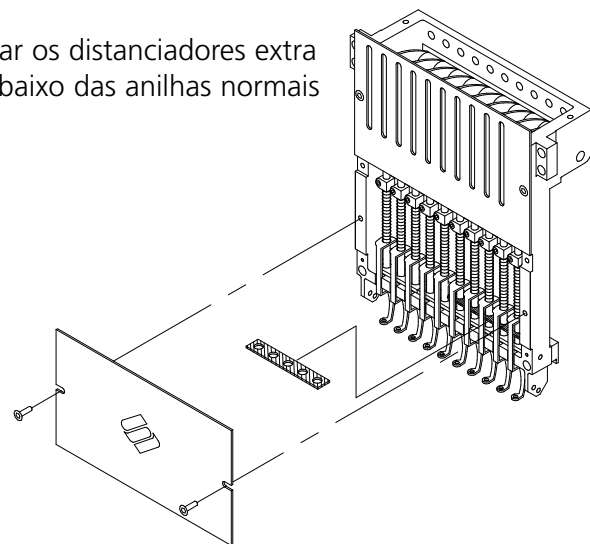

Figura 3-5
Placas de agulha elevadas melhoram a qualidade do bordado em gorros. Quando são associados quadros para gorros, a curva do quadro deixa um espaço extra entre o gorro e a placa da agulha. Para eliminar o espaço e garantir um bordado de alta qualidade, um operador qualificado ou um técnico de manutenção deve instalar placas de agulha elevadas como a seguir se descreve. Ver a figura 3-5.
3. Usando uma chave de parafusos de lâmina plana, empurrar o distanciador normal para o topo do conjunto do calcador (ver a figura 3-5).